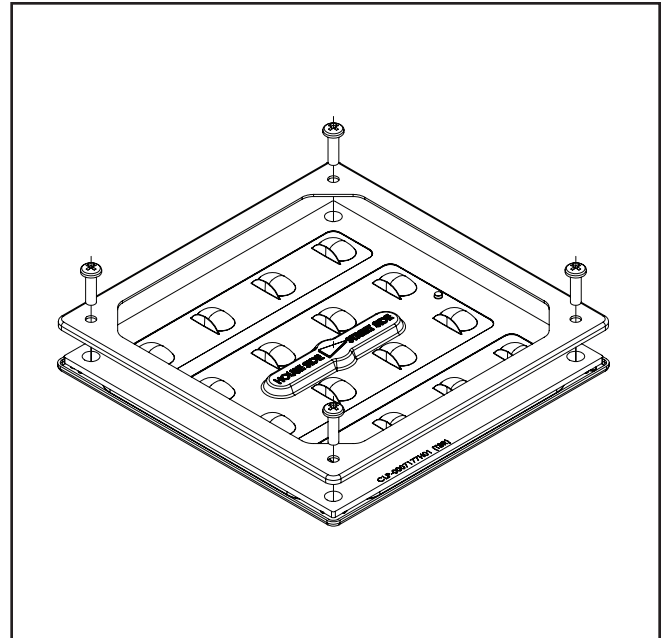

Figura 1.
3. Sosteniendo la placa de moldura o la pantalla (si corresponde) en su lugar, asegure el conjunto al disipador de calor con los cuatro tornillos (Figura 1).